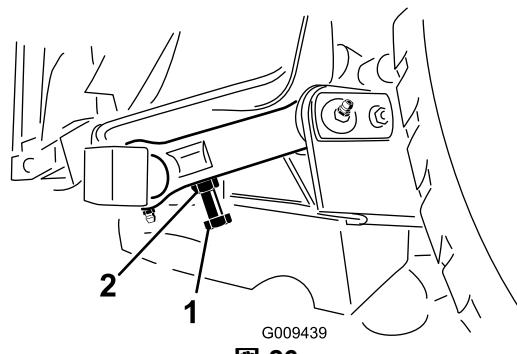

図 26
3. 距離の調整が必要な場合は、刈り込みデッキの後ピボットリンクについている調整ボルトを使用する 図 26。調整ボルトのジャムナットをゆるめる。調整ボルトで、すきまを 1016mm に調整してジャムナットを締める。